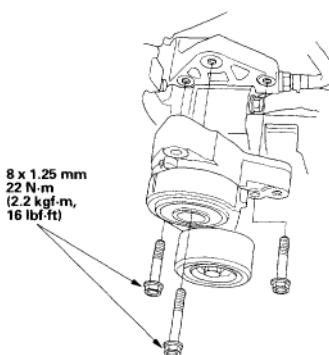

Figure 3
6. Remove the tensioner mounting bolts (3 bolts) (Figure 3).
9. Torque all tensioner mounting bolts to 16 ft lbs/22Nm. (Figure 3)
6. Ôter les 3 vis de montage du tendeur (figure 3).
9. Serrer toutes les vis de montage du tendeur au couple de 16 lb.pi (22 N.m). Figure 3